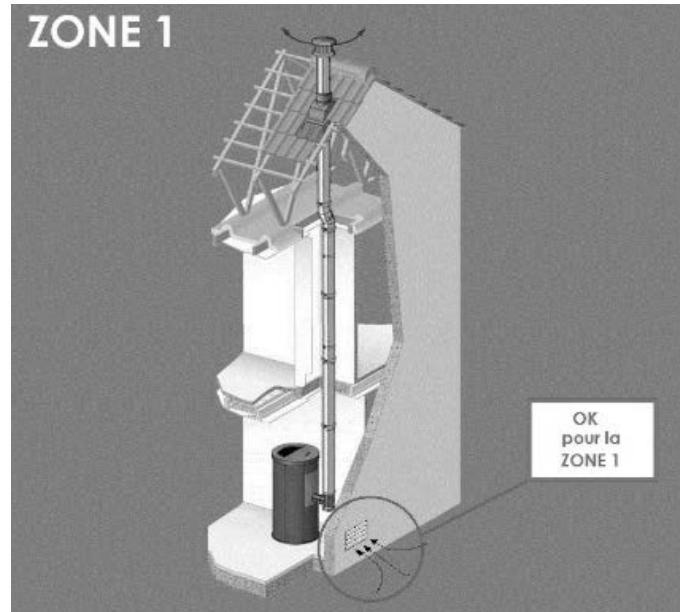

Fig. 19 - Installation possible pour tous les poêles (ZONE 1)
- L'afflux d'air entre l'extérieur et la pièce peut se produire directement, à travers une ouverture dans les murs extérieurs de la pièce (solution conseillée voir Fig. 19)